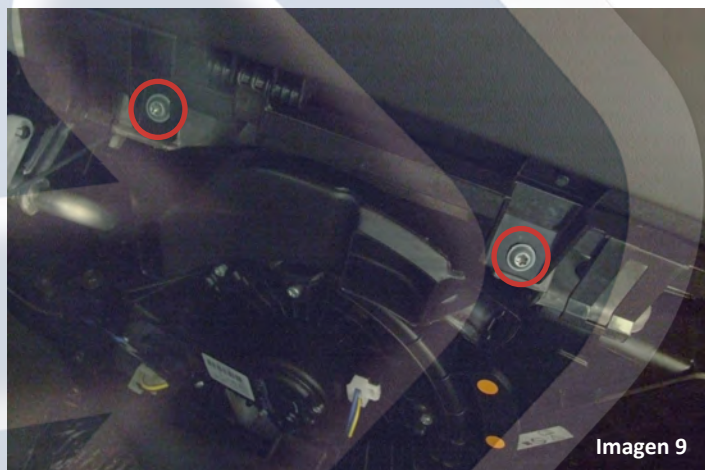

Imagen 9
5.b. Seguidamente desmontar la cubierta de la zona del reposapiés del acompañante y extraer los 3 tornillos inferiores (Torx 30)(imagen 9).